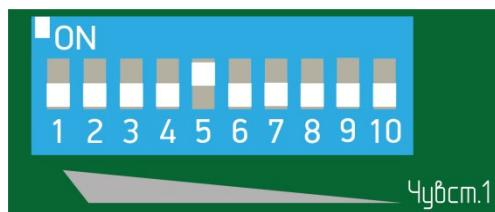

Рисунок 7.24
- установить флагок 5 переключателя регулировки чувствительности соответствующего канала (рисунок 7.24) в положение «ON» (верхнее положение), все остальные флагки в нижнее положение;